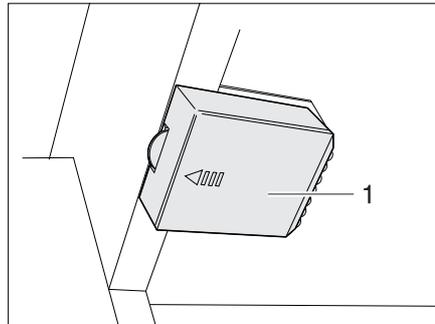

Bild 178 Kleiderschrankleuchte mit LED, Batteriefach geschlossen
- Deckel (Bild 178,1) in Pfeilrichtung aufschieben.
- Die Batterien (Bild 178,2) aus dem Batteriehalter entnehmen.
- Deckel (Bild 178,1) wieder zuschieben.